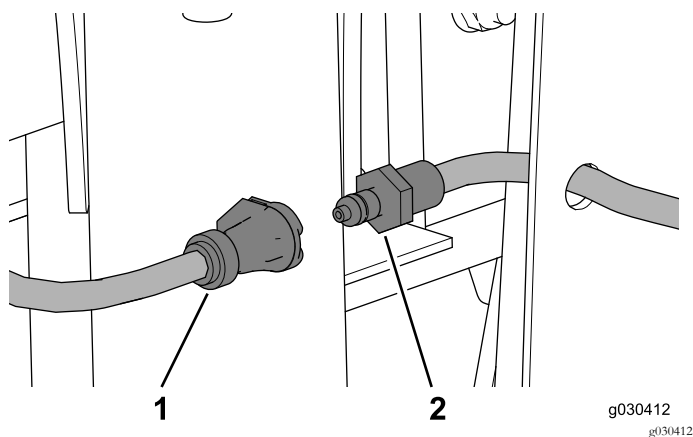

Figure 62
1. Débranchez le flexible de lave-glace (Figure 62).